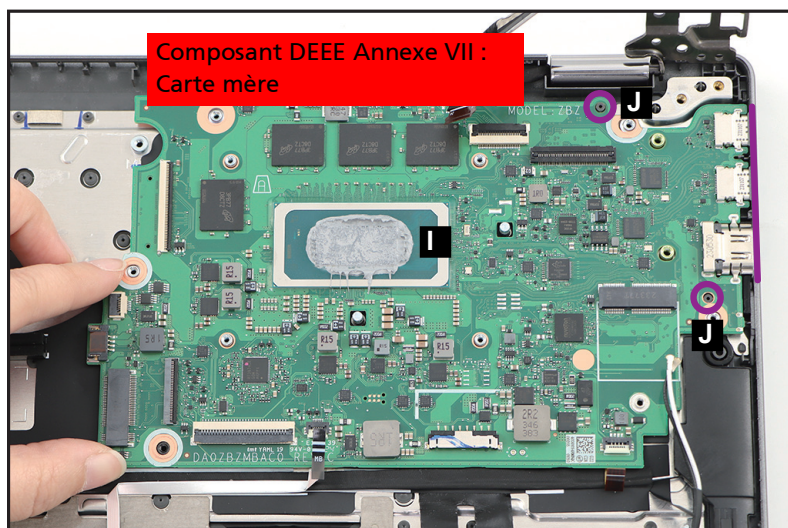

Figure 1-33. Retrait de la carte mère
10. Libérez la carte mère (I) des logements des ports d'E/S et des axes de guidage (J) sur l'ensemble supérieur. Retirez ensuite la carte mère (Figure 1-33).